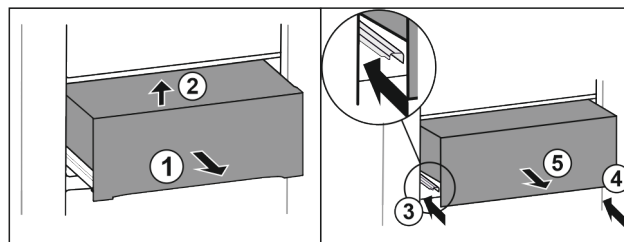

Fig. 36
- ▶ Vytiahnite zásuvku do polovice. Fig. 36 (1)
- ▶ Nadvihnite zásuvku vpredu. Fig. 36 (2)
- ▶ Zasuňte ľavú koľajničku. Fig. 36 (3)
- ▶ Zasuňte pravú koľajničku. Fig. 36 (4)
- ▶ Odoberte zásuvku dopredu. Fig. 36 (5)